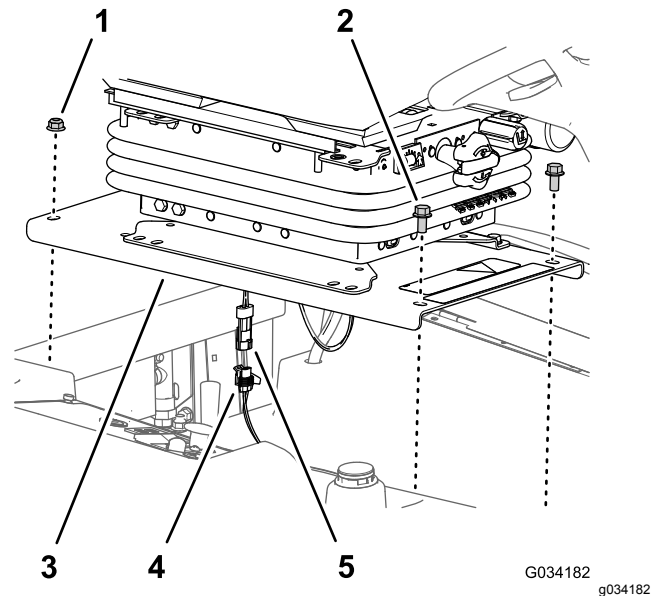

Bild 35
1. Entfernen Sie den beiden Bundkopfschrauben ($\frac{3}{8}$ " x $\frac{3}{4}$ ") mit denen die Vorderseite der Sitzplatte am Rahmen der Maschine befestigt ist (Bild 35).
2. Entfernen Sie den beiden Bundkopfschrauben ($\frac{3}{8}$ ") mit denen die Rückseite der Sitzplatte am Rahmen der Maschine befestigt ist (Bild 35).
4. Trennen Sie den 2-poligen Stecker des Kabelbaums des Totmann-Schalters von der Anschlussbuchse des Kabelbaums der Maschine (Bild 35).
2. Verbinden Sie den 2-poligen Stecker des Kabelbaums des Totmann-Schalters mit der Anschlussbuchse des Kabelbaums der Maschine, siehe Bild 35.
3. Richten Sie die hinteren Löcher in der Sitzplatte (Bild 35) mit den beiden Schlossschrauben ($\frac{3}{8}$ " x 1") in der Kühlerausbuchtung aus.
4. Befestigen Sie die Sitzplatte (Bild 35) mit den beiden Bundkopfschrauben ($\frac{3}{8}$ "), die Sie in
5. Richten Sie die vorderen Löcher in der Sitzplatte (Bild 35) mit den Gewindebohrungen in der Tankhalterung aus.
6. Befestigen Sie die Sitzplatte (Bild 35) mit den beiden Bundkopfschrauben ($\frac{3}{8}$ " x $\frac{3}{4}$ ") an der Tankhalterung, die Sie in Schritt 1 unter Ausbau von Sitz und Sitzplatte \(Seite 42\) entfernt haben.